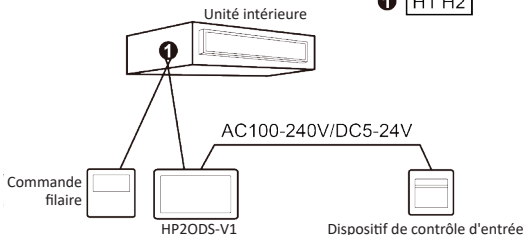

Fig.5.13 Mode de raccordement 2 de la commande filaire et du contrôle d'entrée
- ② Le HP2ODS-V1 de la figure 5.13 doit être défini comme dispositif HBS esclave.
- (3) Entrée d'alimentation du dispositif d'insertion/retrait de la carte de contrôle d'entrée pris en charge par le HP2ODS-V1 : AC 100-240V~50/60Hz, DC 5~24V. En pratique, raccordez le câble d'alimentation de sortie du contrôle d'entrée avec l'interface d'alimentation correspondante du HP2ODS-V1 selon le type de puissance de sortie du dispositif de contrôle d'entrée (veuillez